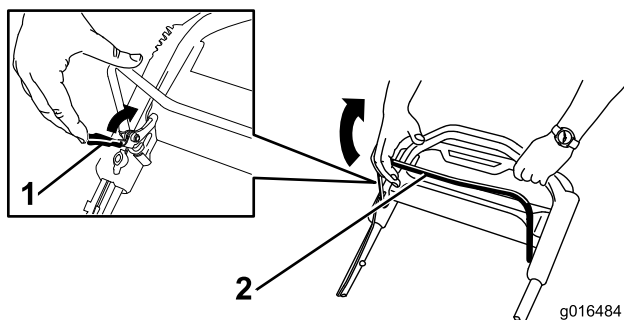

Bild 20
1. Ziehen Sie die Schaltbügelsperre zum Schaltbügel (**Bild 20**).
2. Ziehen Sie den Schaltbügel **langsam** zum Holm (Bild 20).